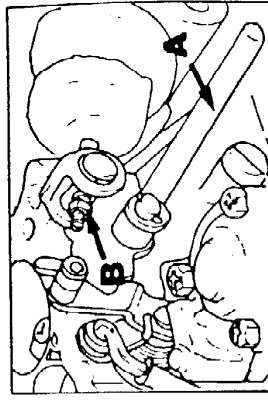

Рис. 8 Регулировка частоты вращения холостого хода - начальная
- Переверните карбюратор, полностью втолкните тягу вакуумного блока и поместите калибр (А, Рис. 8) или сверло диаметром 9,5 мм между приводным рычагом термолепана и корпусом карбюратора.
- Если эта первоначальная установка не верна, ослабьте контргайку (В, Рис. 8) и отрегулируйте длину тяги термолепана для получения необходимого размера.